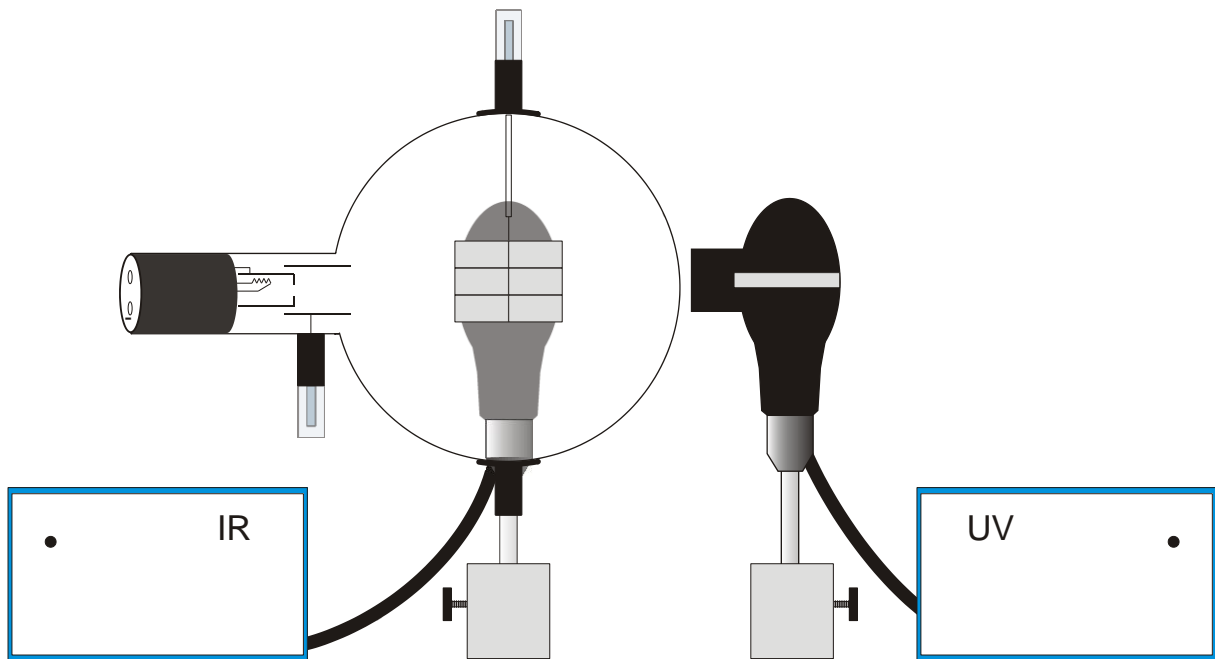

Fig. 3 Phosphorescence et suppression
- Retirez le câblage du tube (figure 3).